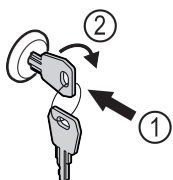

Fig. 192
- ▶ Vstavite ključ Fig. 192 (1).
- ▶ Ključ obrnite v smeri urnih kazalcev za 90° Fig. 192 (2).